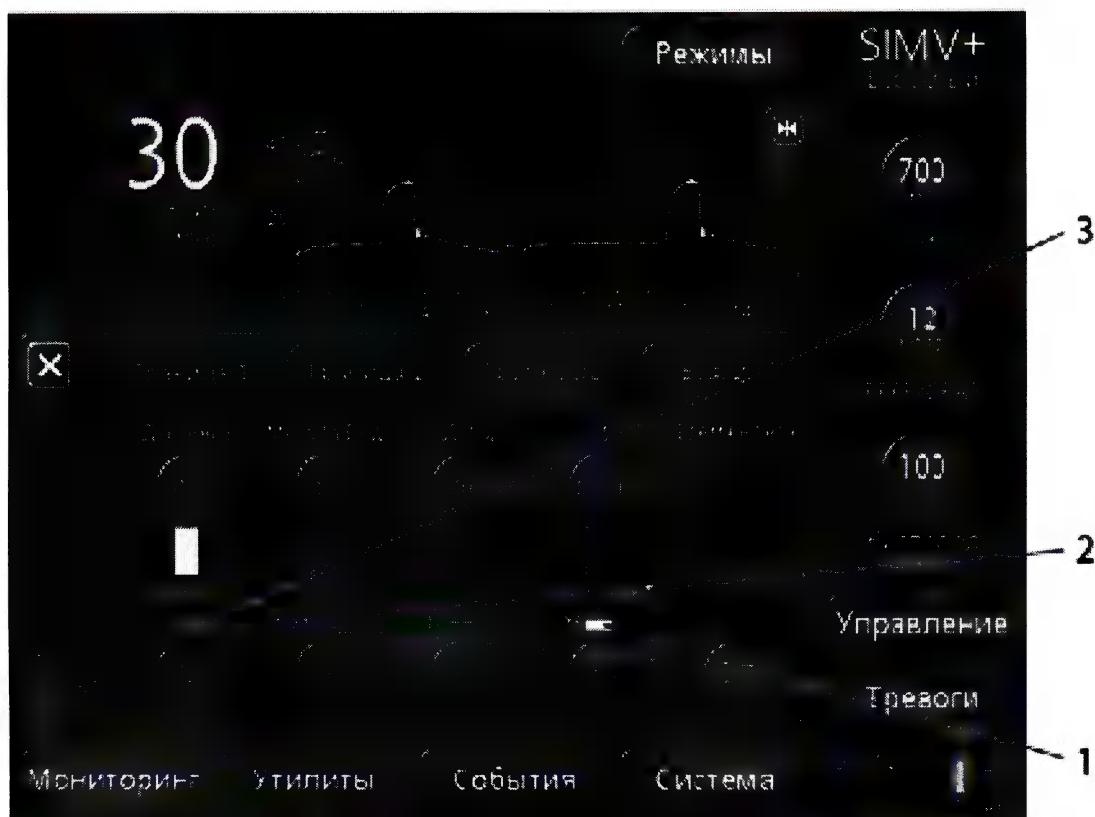

Рисунок 4-8. Окно «Граница 1»
1. Откройте окно **«Тревоги»** -> **«Граница1»** (рис. 4-8).